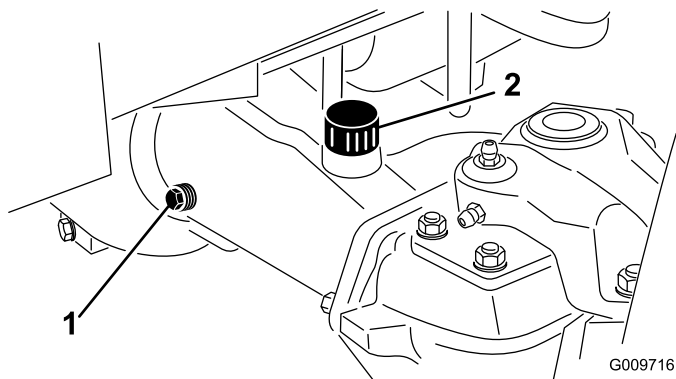

Figura 44
2. Retire un tapón de verificación de un extremo del eje (Figura 44) y asegúrese de que el lubricante llega al borde inferior del orificio. Si el nivel es bajo, retire el tapón de llenado (Figura 44) y añada suficiente